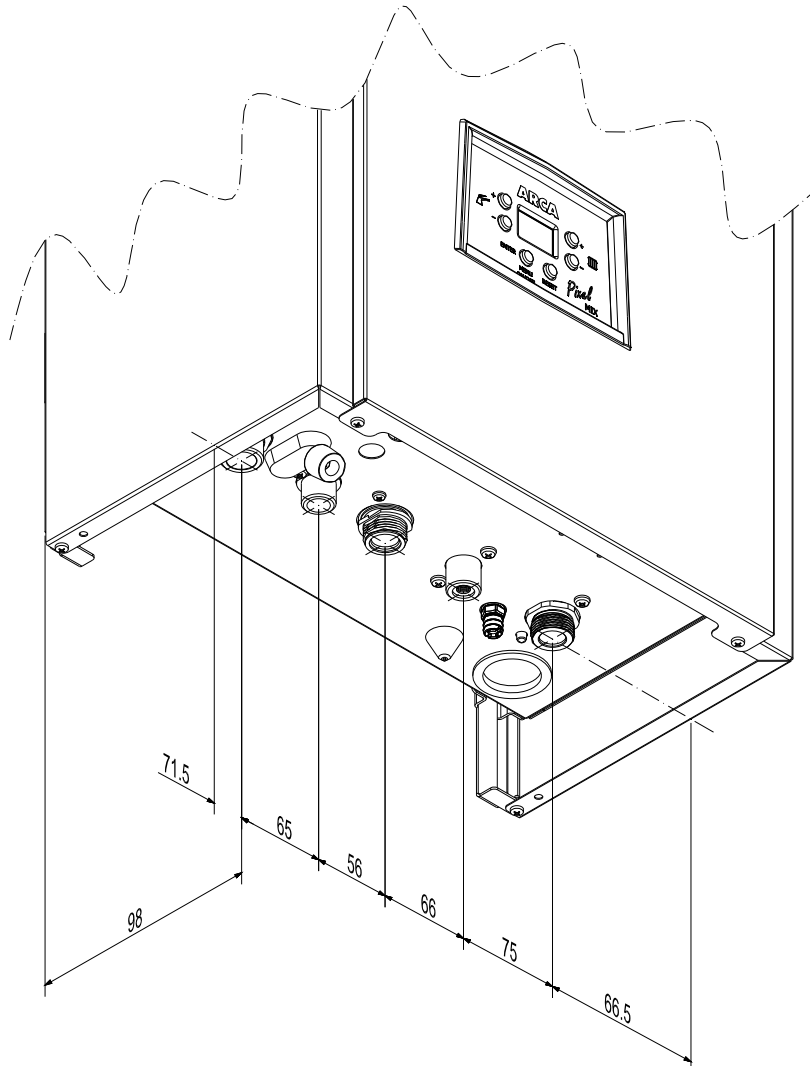

Fig. 25
- caricare l'impianto di riscaldamento, tramite il rubinetto di riempimento (fig. 25) ad una pressione di 1.5 bar;